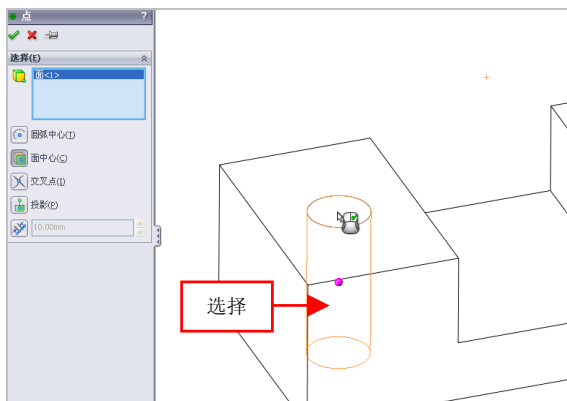

图 4-35 选择左侧的圆弧面
(3) 弹出【点】属性管理器，在绘图区中的左侧的圆弧面上，单击鼠标左键，如图 4-35 所示。